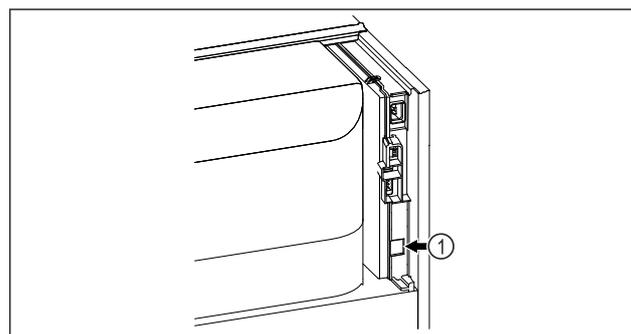

Fig. 129
- SmartModule Fig. 129 (1) è inserito.